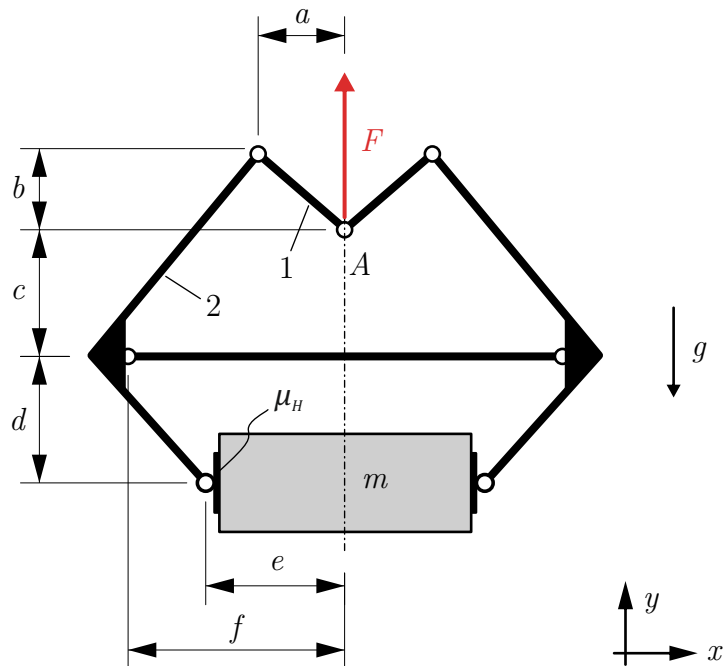

Abbildung 1: Zange
1. Abbildung 1 zeigt eine Steinzange mit den Abmessungen  $a$  bis  $f$ . Ein Block der Masse  $m$  wird durch Aufbringen einer Kraft  $F$  am Drehgelenk  $A$  gehalten. Zwischen den Backen und dem Block tritt Haften mit dem Haftungskoeffizienten  $\mu_H$  auf.